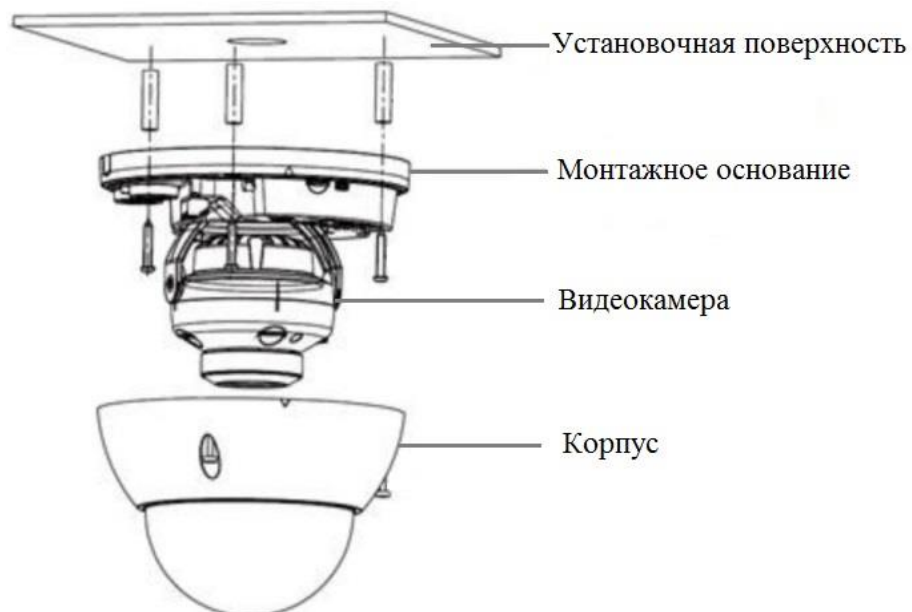

Рисунок 4
4.6 Прикрепите монтажное основание видеокamеры к установочной поверхности (рис.4).